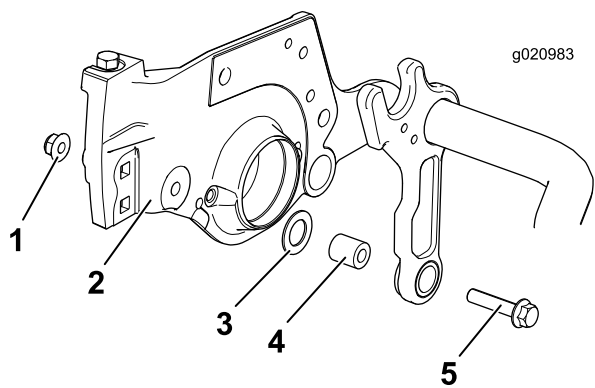

Figura 4
- En cada lado del bastidor de tiro, retire el perno, la tuerca, la arandela y el espaciador existentes (Figura 4).